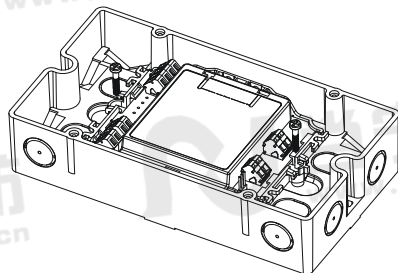
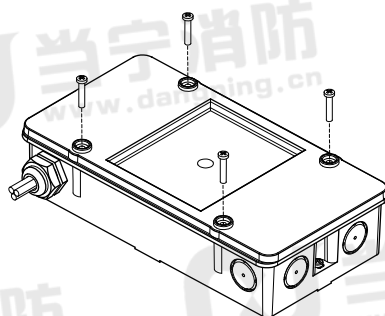

图 3
图 6
- 保护盒 FDCH221 安装 (图 3)
- 打开盒盖 (图 6)。
- 使用两颗 M3 x 12 螺钉将模块固定在保护盒内 (图 3)。插入密封条, 用螺钉将盒盖拧紧(图 6)。